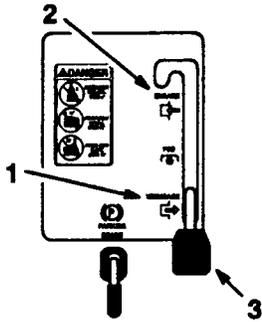

Bild 7
3. Die Mähwerkbedienung (ZWA) auf "AUSGESCHALTET" stellen (Bild 7).